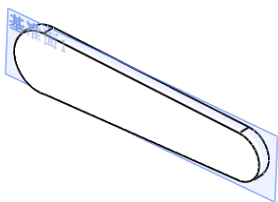

图 5-39 生成基准面 1
- ① 选择特征管理器设计树上的前视基准面，然后选择[插入] | [参考几何体] | [基准面] 命令或单击[特征]控制面板上的[基准面]按钮。
- ② 在[基准面]属性管理器上的微调框中设置偏移距离为 3mm。
- ③ 单击按钮，从而生成平均分割拉伸特征的基准面 1，如图 5-39 所示。